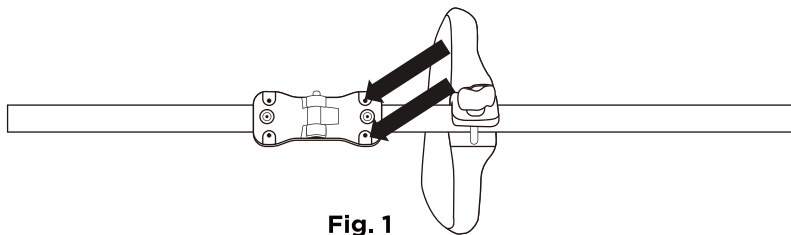

Fig. 1
- Alignez l'arbre central pliant et fixez-le avec deux vis à l'aide de la clé hexagonale fournie comme indiqué. Les deux parties de l'arbre central doivent être alignées parallèlement, sinon les arbres ne s'emboîteront pas. (Fig. 1)